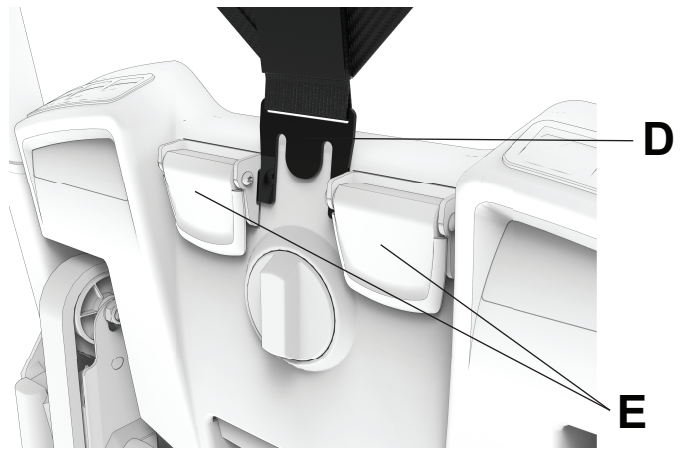

図 32 – フックを挿入する
4. ヘッドサポート下部のプラスチック製クリップ (D) を、チェア背面にある2つの黒いPCSカムマウント (E) の間に押し込みます (図 32)。